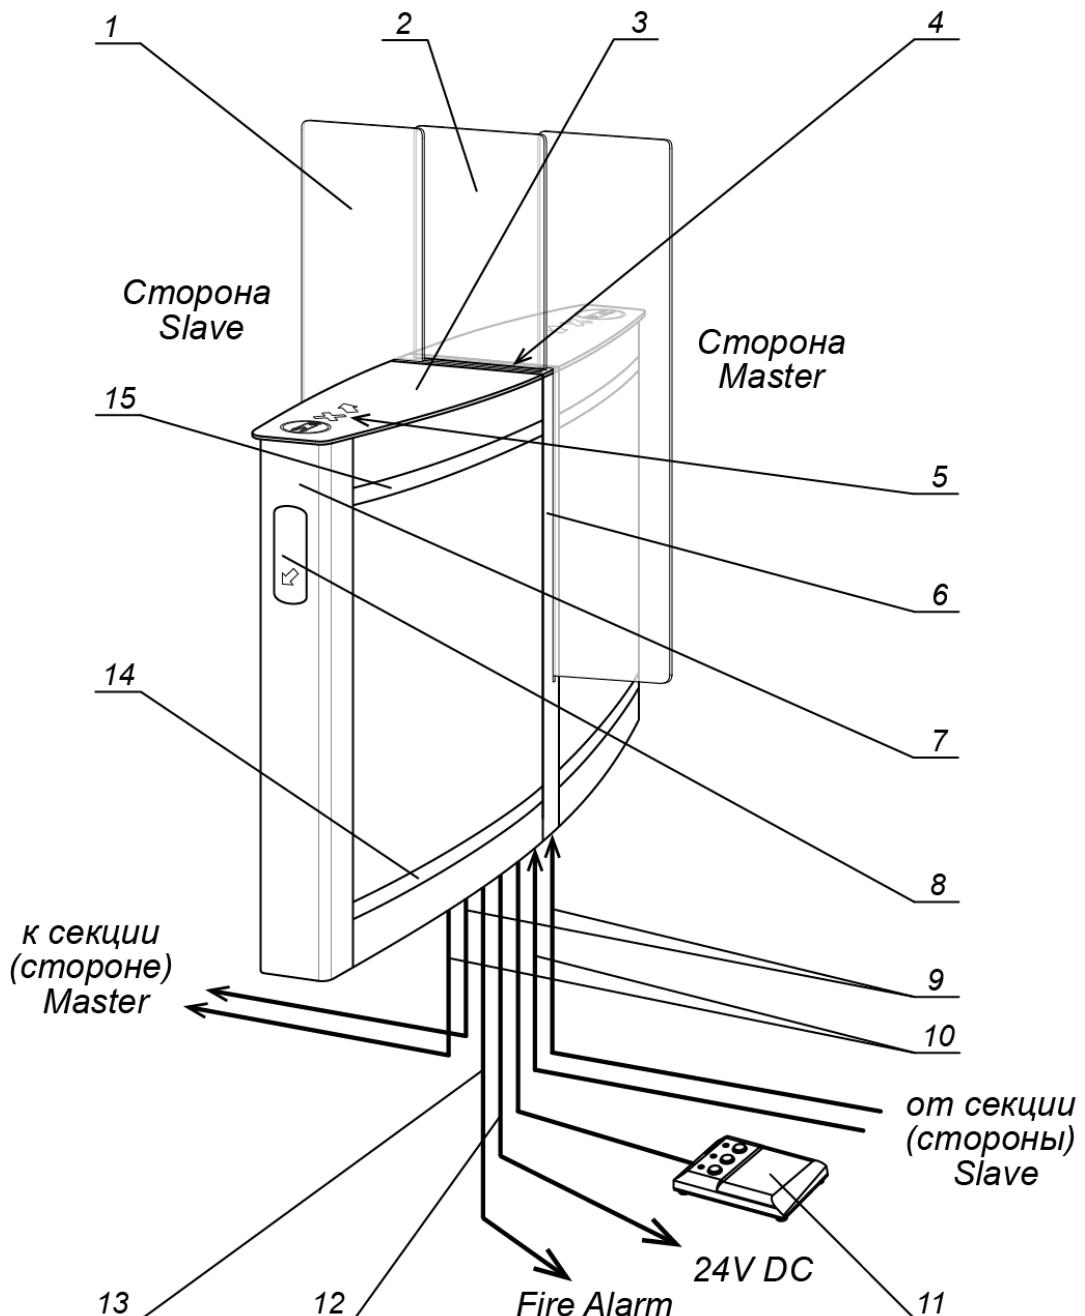

Рисунок 4. Внешний вид и устройство PERCo-STD-02
Устройство турникета показано на рис. 3, устройство двусторонней секции показано на рис. 4. Номера позиций в тексте руководства указаны в соответствии с рис. 3 и 4.
Для увеличения количества зон прохода необходима установка двусторонних секций. Каждая двусторонняя секция также комплектуется ПДУ (11). На ней установлены две выдвижные створки (1): на стороне *Master* и стороне *Slave*. Каждая створка приводится в движение своим электроприводом. К стороне *Master* подключается секция *Slave* турникета (сторона *Slave* следующей двусторонней секции) с помощью двух соединительных кабелей (9, 10) из комплекта поставки этого турникета (двусторонней секции) (см. рис. 4).